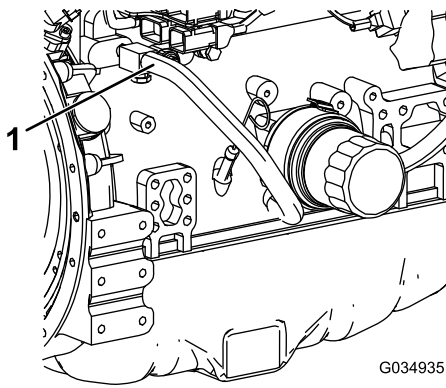

Bild 113
7. Schließen Sie den Kühlmittelschlauch vom Motorölkühler ab (Bild 113).